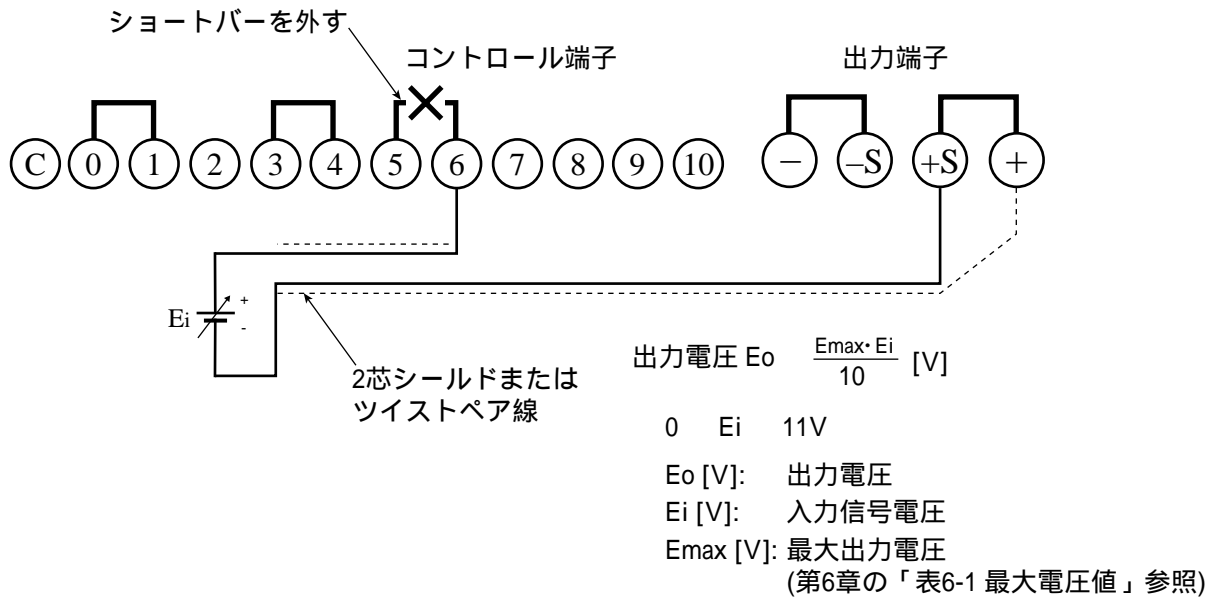

図 4-6 外部電圧による出力電圧コントロールの接続
- 図 4-6 のようにコントロール端子の 5 と 6 間のショートバーを外します。
- コントロール端子の 6 番と +S 端子間に外部電圧源 (Ei) を図 4-6 のように接続します。